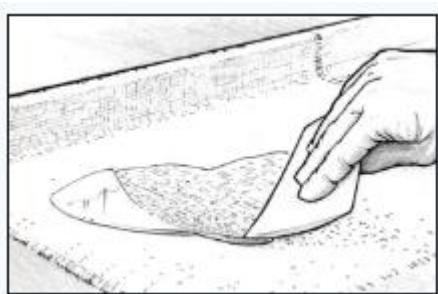

Рис. 29. Распределите эпоксидную смолу с помощью пластикового скребка.
5. Распределите эпоксидную смолу по всей поверхности ткани с помощью пластикового скребка 808, осторожно перемещая ее на сухие участки (Рисунок 29). Как только ткань станет прозрачной, это будет означать, что ткань впитала достаточное количество эпоксидной смолы. При нанесении ткани на пористую поверхность, убедитесь в том, что количество эпоксидной смолы достаточно для того, чтобы пропитать как ткань, так и поверхность под ней. Постарайтесь свести к минимуму работу со скребком, так как излишняя работа на влажной смоле приводит к появлению пузырьков воздуха. Этот особенно важно, если требуется прозрачное покрытие.